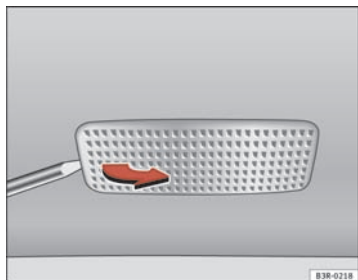

Fig. 245 Démontage de l'éclairage du pare-soleil
- Retirez le feu avec soin, en utilisant un tournevis plat ⇒ fig. 245.